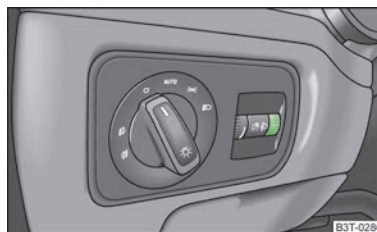

Fig. 34
- Girar el regulador giratorio » fig. 34 con el alcance luminoso deseado.